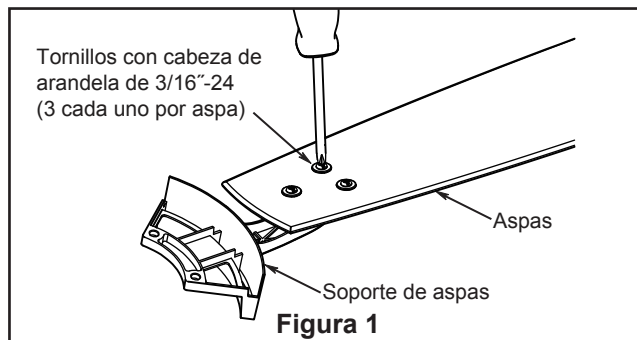

Figura 1
1. Extraiga uno de los tres tornillos del soporte ubicado en la parte inferior de la unidad del motor. Guárdelos para después y afloje levemente los otros dos tronillos. (Figura 1)